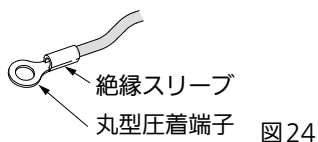

図24
- 電装ボックスの配線取入口を通し、各配線を端子台に接続してください。端子台への接続は絶縁スリーブ付きの丸型圧着端子を使用してください。アース線接続部への接続は、丸型圧着端子を使用してください。(図24)